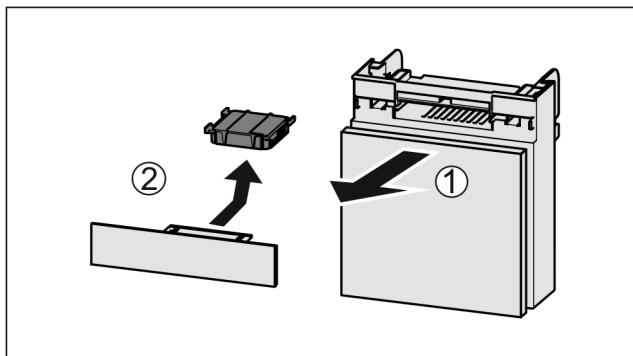

Fig. 76
- ▶ Extraire le compartiment par l'avant Fig. 76 (1).
- ▶ Sortir le filtre à charbon actif Fig. 76 (2).